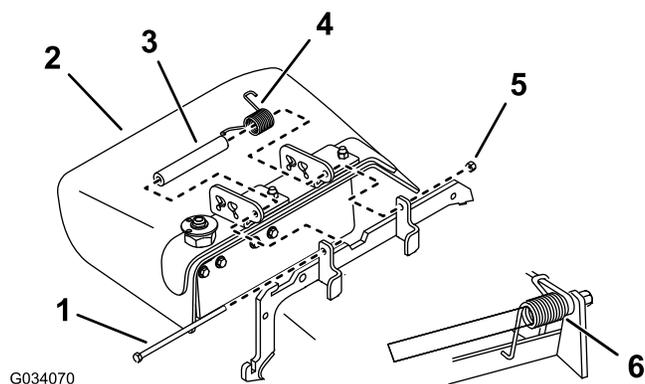

Figura 2
1. Alinee el soporte del conducto de descarga con el soporte de la carcasa, y coloque el nuevo espaciador y el muelle en el deflector de hierba (Figura 2).
2. Instale el perno y la tuerca. Coloque el gancho en J del muelle alrededor del deflector de hierba (Figura 2).